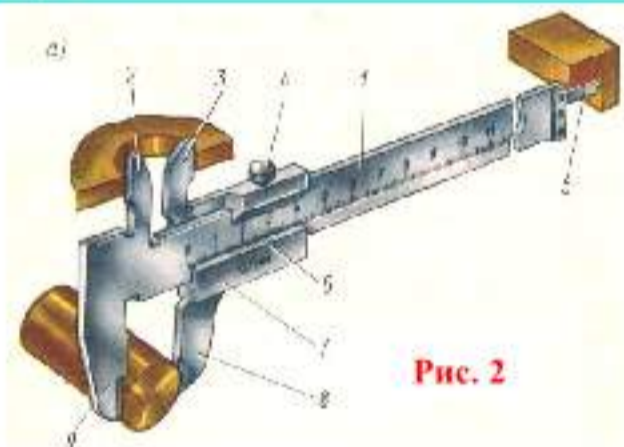

Рис. 2
- Зовнішні та внутрішні діаметри можна вимірювати штангенциркулем (рис.2), кронциркулем і нутроміром (рис.3).